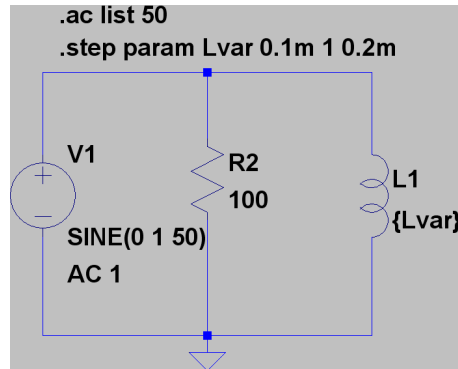
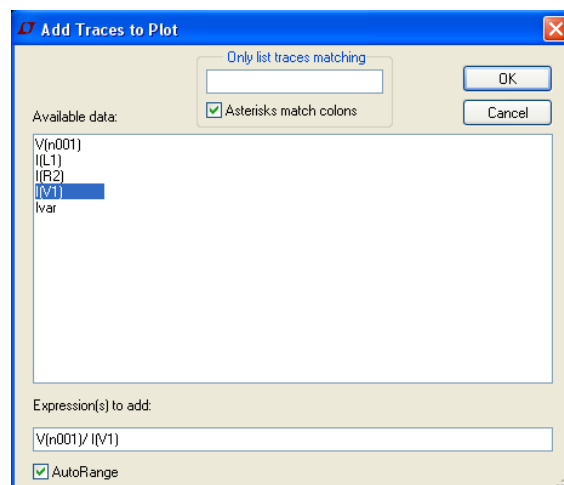

Abb. 2.13. Schaltung zur Simulation einer Ortskurve mit variierender Induktivität Lvar und fixer Frequenz von 50 Hz.
Abb. 2.16. Ortskurve der Impedanz: Quotient aus Spannung und Strom an der Quelle in Abb. 2.13.
wünschte Frequenz kann dann manuell im Befehl ".ac list Frequenz" platziert werden. Abb. 2.13 zeigt den Schaltplan einer solchen Simulation.
2. Nyquist: Hiermit können Ortskurven gezeichnet werden. Damit werden in dieser Diagrammart die Werte in Real- und Imaginärteil aufgespalten. Ortskurven der Impedanz oder Admittanz lassen sich in der Diagrammanzeige erzeugen, indem man komplexe Spannungen und Ströme durcheinander dividiert (typische mathematische Zeichen sind erlaubt: *, /, -, +). Eine entsprechende Kurve fügt man dem Diagramm dabei hinzu, indem man über das Menü der rechten Maustaste "Add Trace" auswählt. Das Dialogfenster zur Formeleingabe zeigt die Abb. 2.16. Es bezieht sich auf die Schaltung in Abb. 2.13.